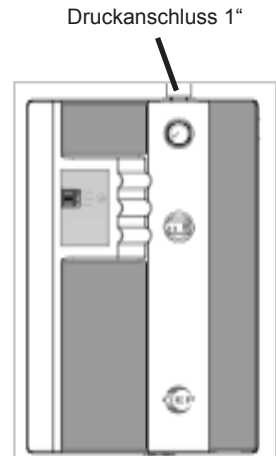

Bild 7
- Kugelhahn mit dem Gegenstück (AG) der Verschraubung dicht und fest verbinden.
- Druckleitung dicht mit der Verschraubung des Gerätes verbinden, siehe Bild 7.